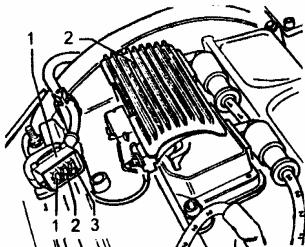

图 3-34 拔下点火线圈的终端极的插头
(1) 发动机在运行中或在启动时, 点火系的导线不能碰触或拔下。喷油系和点火系的导线仅在点火开关关闭时才能连接或拔下。
(2) 如果发动机只是运转, 但不需要发动, 比如在压缩检查中, 应将点火线圈的功率终端极的插头拔下。如图 3-34 所示。